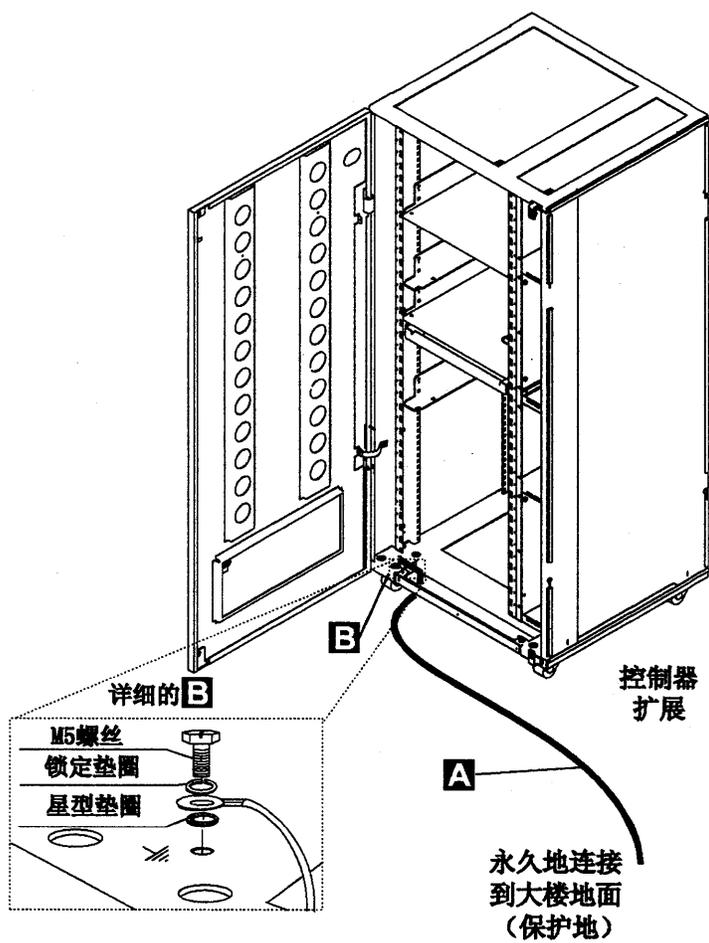
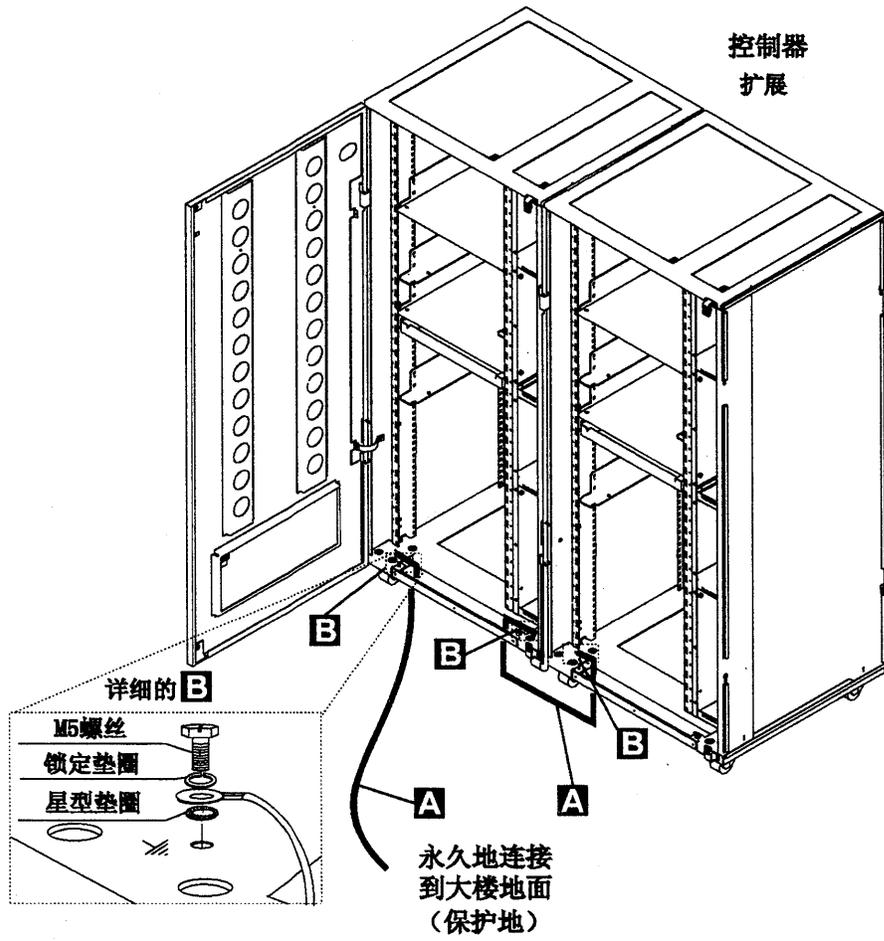
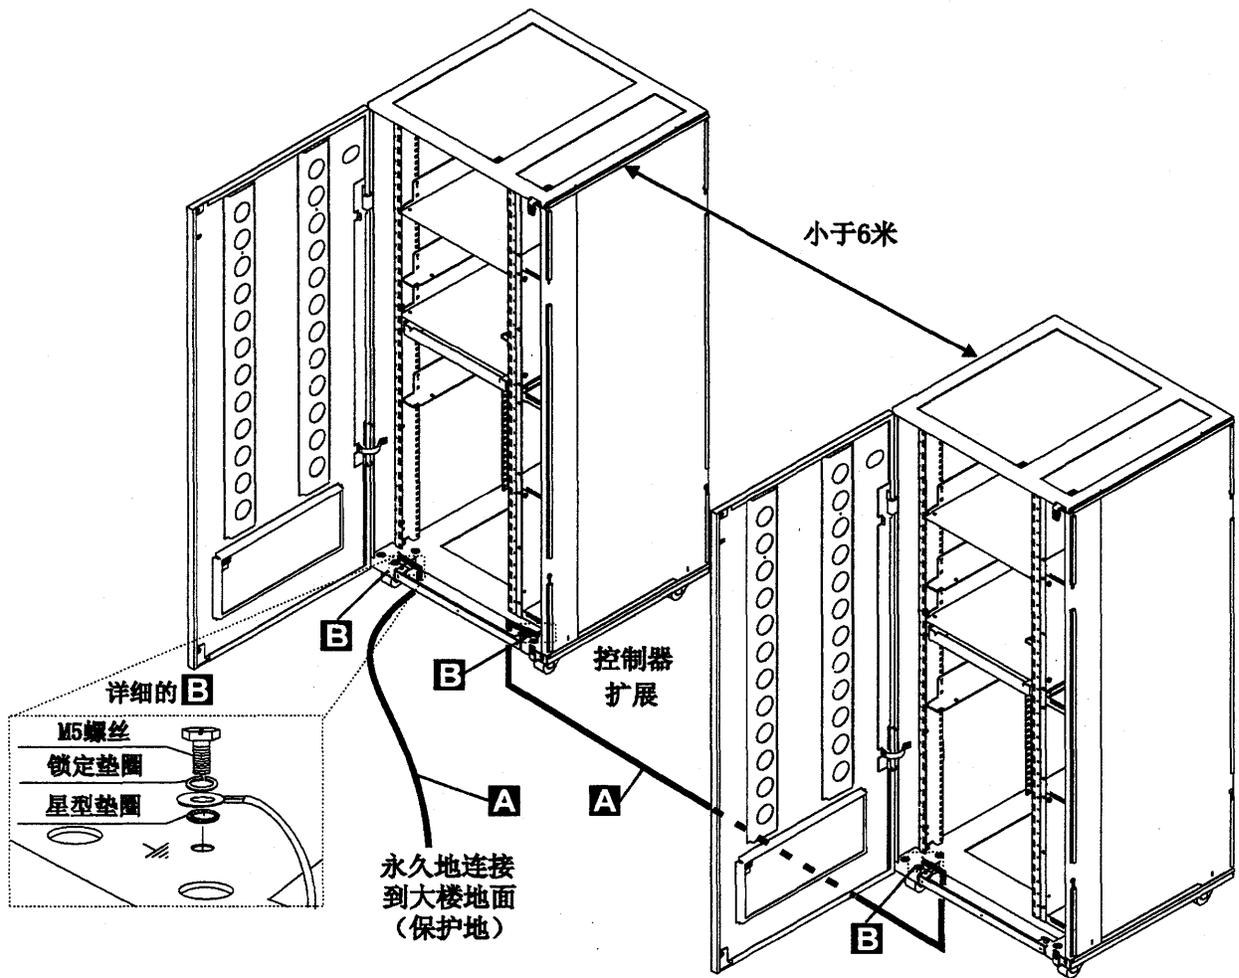
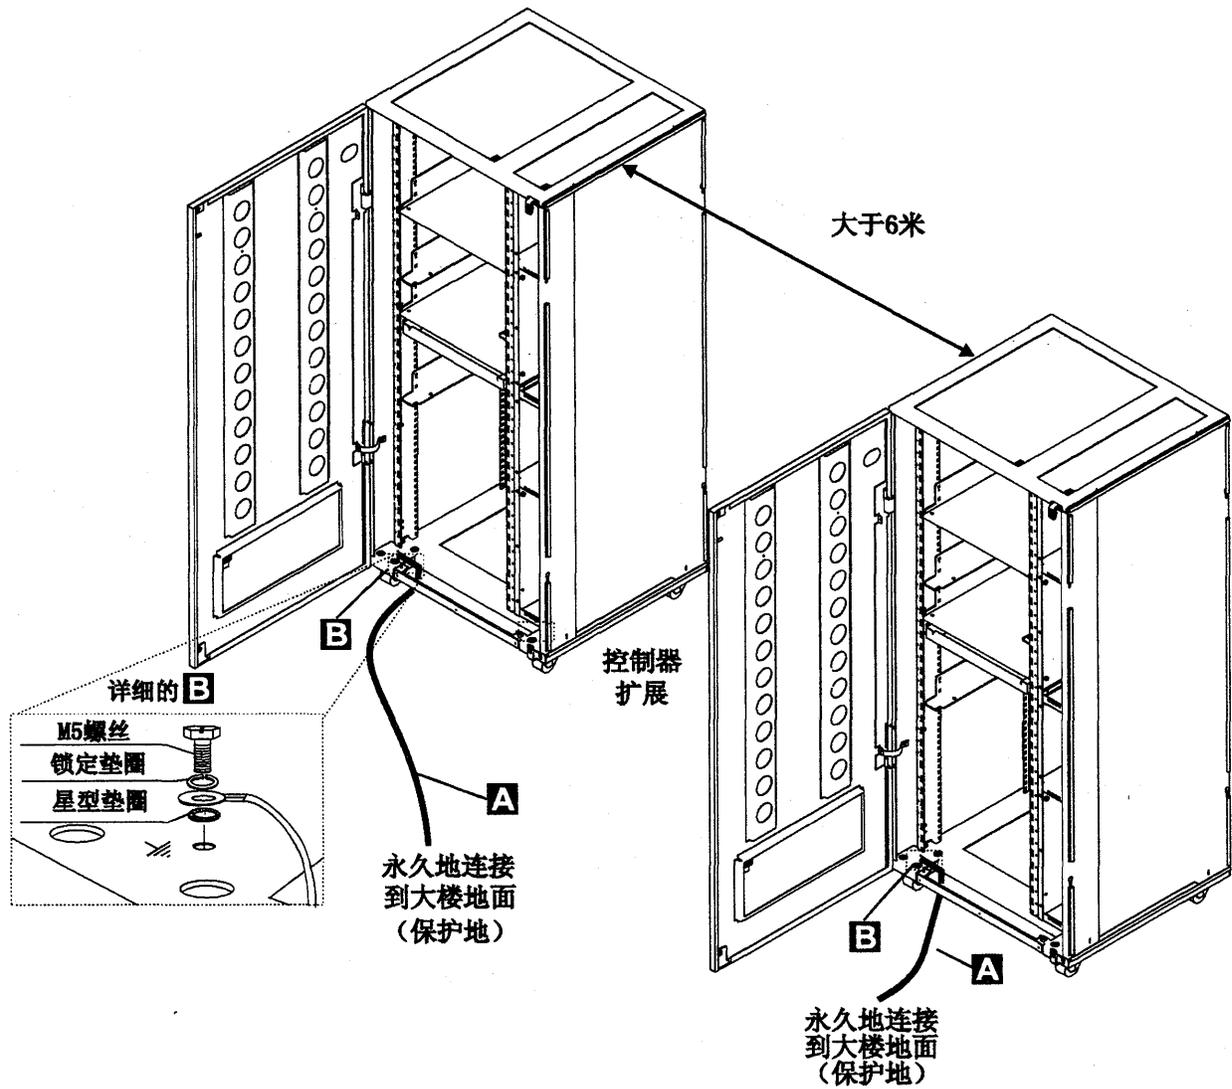

图 2. 在控制器扩展上的地线连接
图 3. 在附加控制器扩展间的地线连接
图 4. 小于6米的控制器扩展之间的地线连接
图 5. 大于6米的控制器扩展之间的地线连接
为了保持接地保护, 不要移动控制器扩展中的电源线和接地线 A (参照第4页的图2, 第5页的图3, 第6页的图4, 或第7页的图5)。
- 对控制器扩展, 附加的接地线 A 也被采用(参照第4页的图2, 第5页的图3, 第6页的图4, 或第7页的图5)。
- 如果你只安装了一个控制器扩展的话, 检查地线 A 是否被安装了 (参照第4页的图2)。
- 如果你安装了一些控制器扩展的话, 检查地线 A 是不是根据你的配置安装的 (参照第5页的图3, 第6页的图4, 或第7页的图5)。